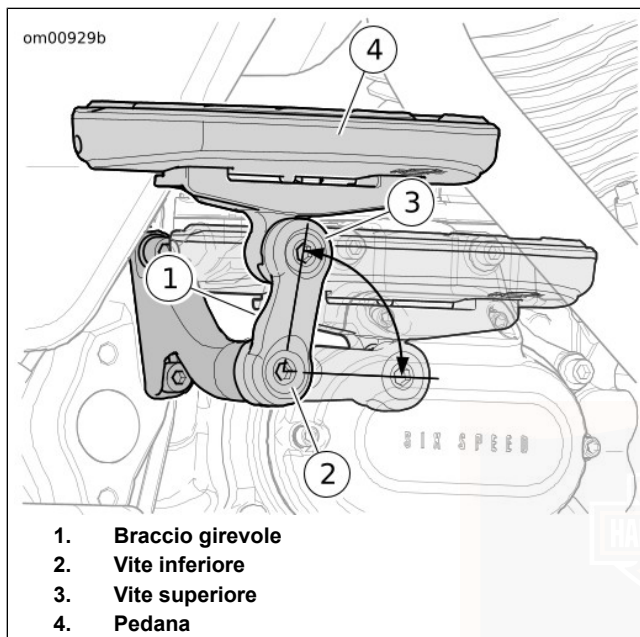

Figura 45. Braccio girevole e pedana
Vedere Figura 45. Il braccio girevole (1) è montato su un dente di arresto che consente soltanto una rotazione di 90 gradi.
1. Allentare la vite inferiore (2).
1. Vedere Figura 45. Allentare la vite superiore (3) per consentire la rotazione della pedana.
2. Ruotare la pedana (4) in orizzontale o all'angolo desiderato.